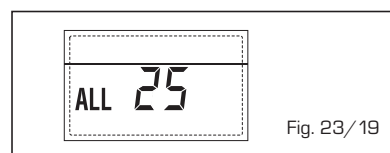

Fig. 23/19
- ANOMALÍA SONDA AUXILIAR (S3) "ALL 26" (fig. 23/20)